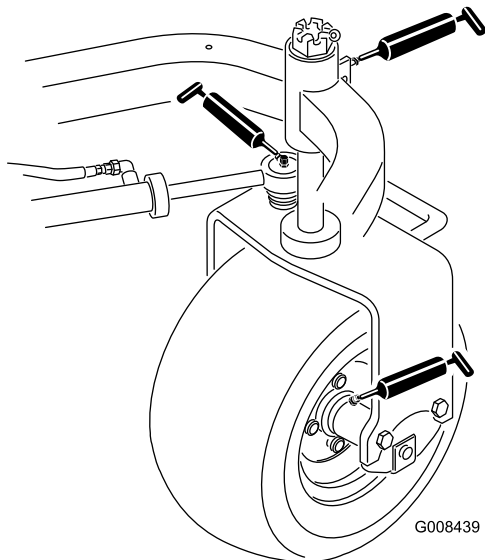

Figura 27
- Cubo da roda traseira (1) (Figura 27)
- Rolamento giratório (1) (Figura 27)
- Cilindro da direção (2) (Figura 27)